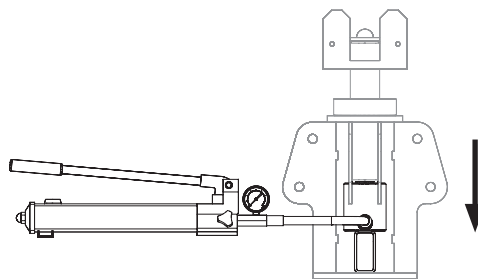

Fig. B1.18
6. Abbassare la pressione dal cilindro idraulico (8). (Fig. B1.18)
8. Rimuovere il cilindro idraulico ATS (3).
9. Regolare l'altezza per tutti i 4 alberi di testa (1).